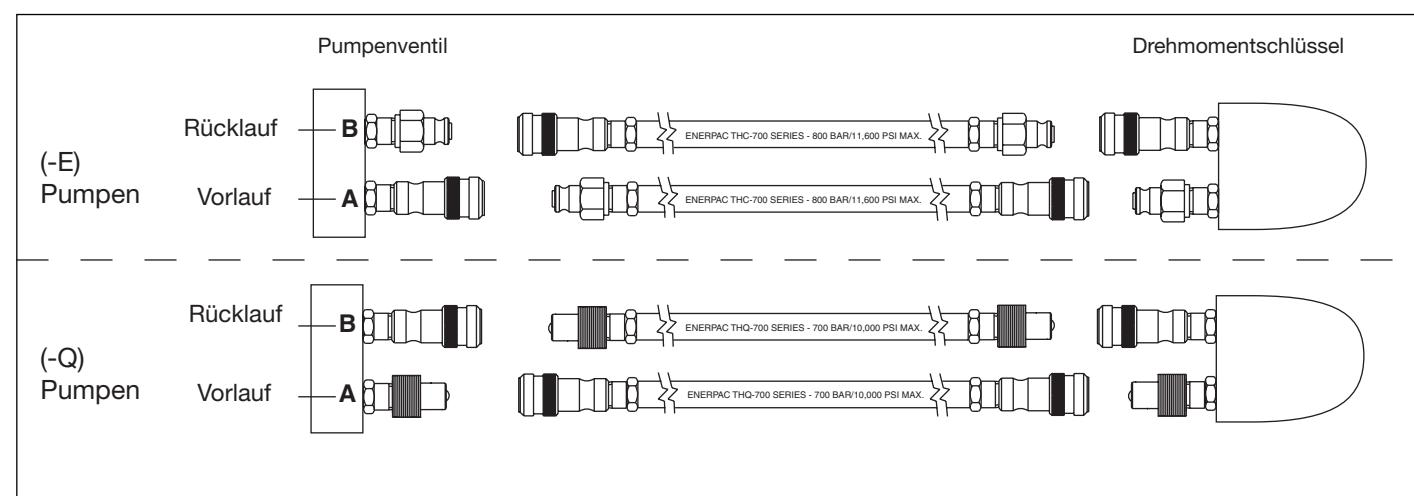

Abb. 5, Schlauchdetails
Schließen Sie die Schläuche wie in Abb. 5 dargestellt an.
2. (-Q) Pumpentyp für Enerpac S und W Drehmomentschlüssel und andere Marken: Verwenden Sie Schläuche, die mit „Enerpac THQ-700 series - 700 bar/10,000 psi max.“ gekennzeichnet sind. Für den ordnungsgemäßen Steckschlüsseleinsatz müssen Kupplungen wie in Abb. 5 polarisiert sein. Stellen Sie vor Inbetriebnahme sicher, dass die Kupplungen vollständig eingerastet und angezogen sind. Teilweises Einrasten der Kupplungen verhindert ordnungsgemäßen Steckschlüsseleinsatz.